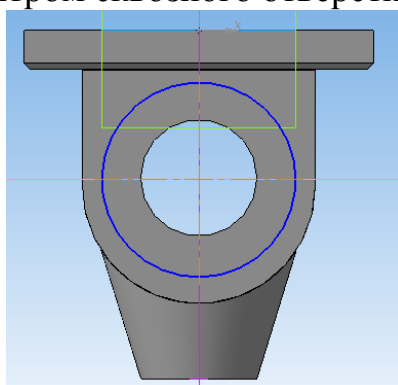

Рис. 8.
10. Для создания углублений диаметром 50 мм используйте конструктивную плоскость модели. Центр окружности, составляющей эскиз, совпадает с центром сквозного отверстия (рис. 8).